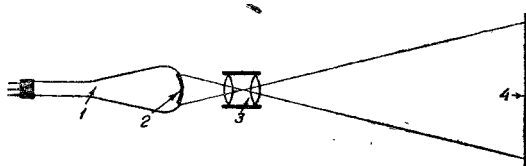

Рис. 3
Уже давно было известно, что яркость флюоресцирующего пятна на катодной приемной трубке (кинескопе) весьма велика. Однако, казалось маловероятным, чтобы удалось повысить эту яркость до степени, достаточной для проекции изображения прямо на экран. Схема такой проекции изображена на рис. 3. Катодная трубка (кинескоп) (1) создаст на флуоресцирующем экране (2) трубки яркое телеизображение. Объектив (3) непосредственно проектирует это изображение на большой экран (4).